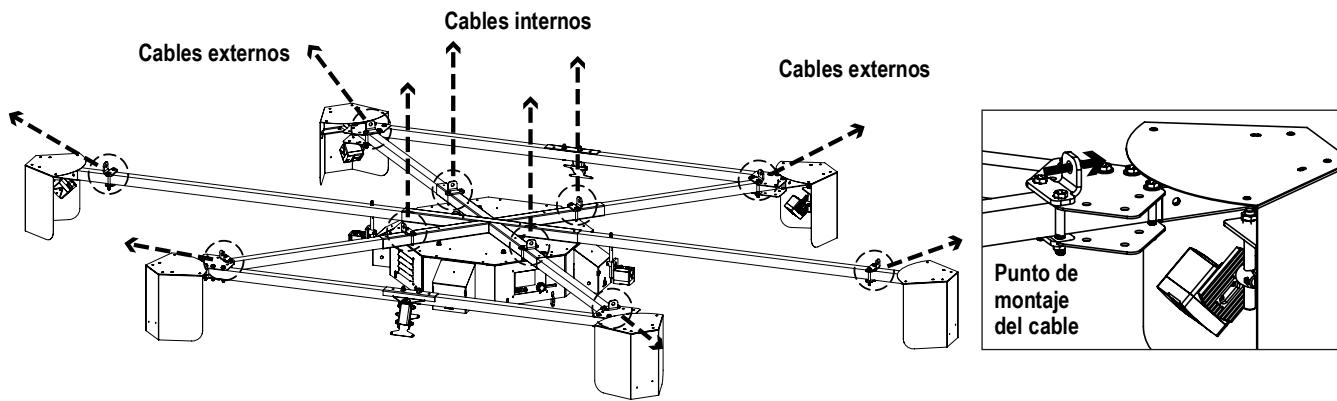

Figura 1. Puntos de montaje de iDimension
6. Fije un tensor (PN 169960) en cada punto de montaje del cable interior del dimensionador.(Figura 1 en la página 2).